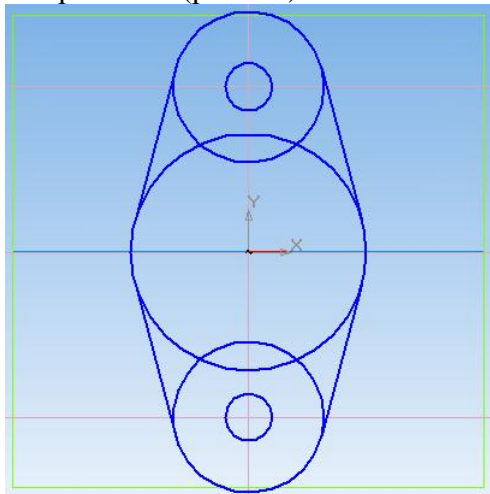

Рис. 16. Аналогично создайте второе сопряжение
18. Аналогично создайте второе сопряжение (рис. 16).